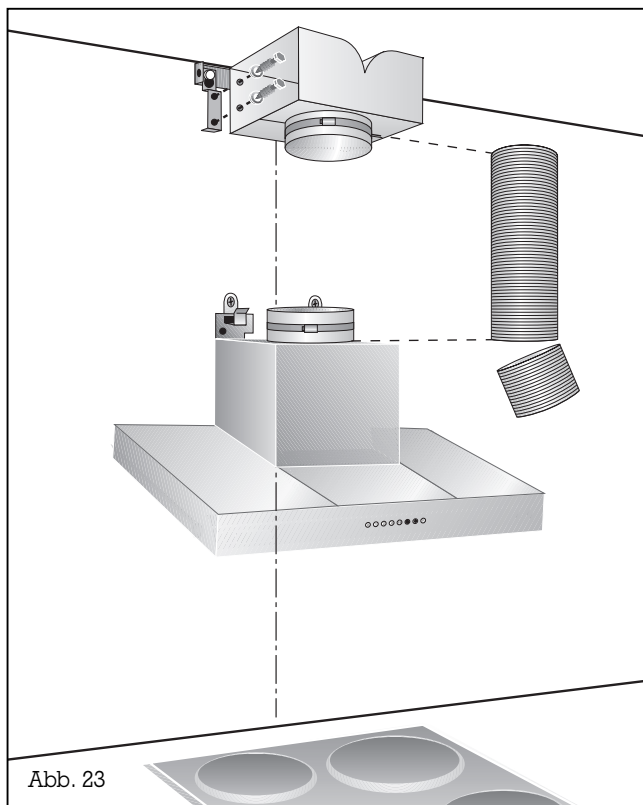

Abb. 23
- Kürzen Sie den Flexschlauch auf die richtige Länge. Befestigen Sie den Flexschlauch mit Schlauchschellen (Abb. 23).